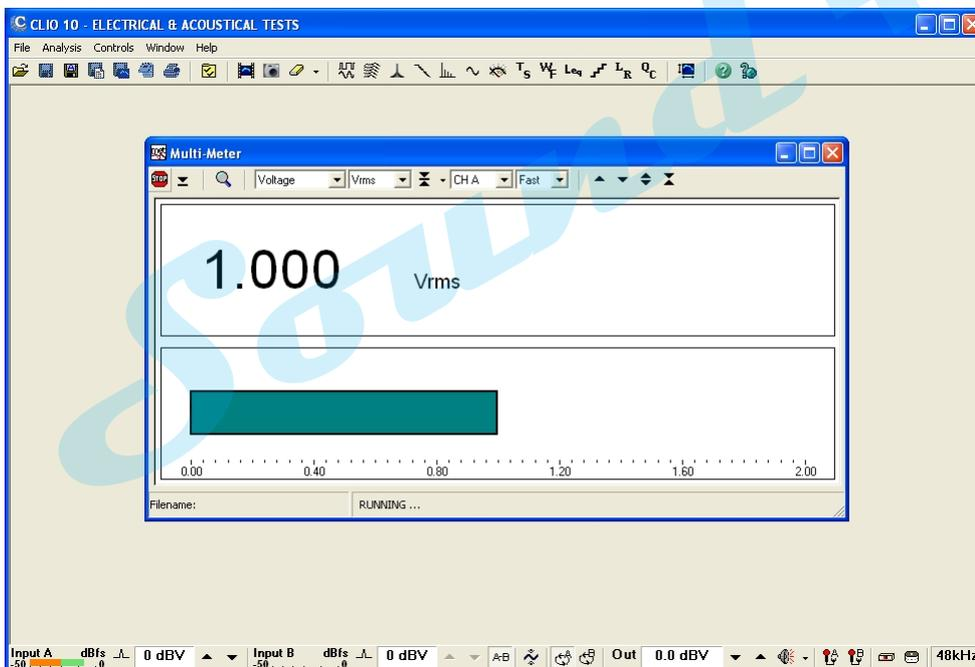

图3-24
- 6) 再一次重复1kHz单频信号测量，我们将得到如图3-24所期望的结果，1.0V。